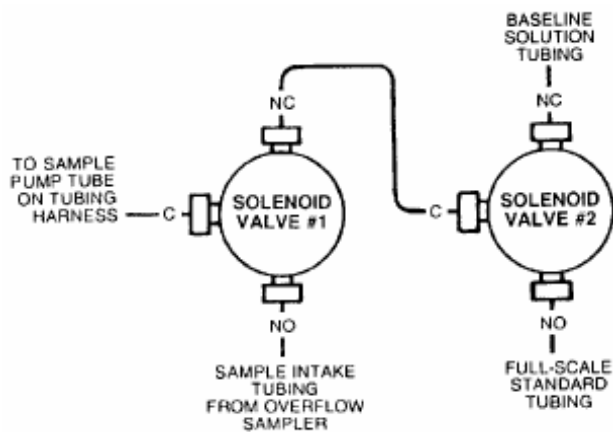

图 4-7 1#、2#电磁法
4. 将进样泵软管（泵体管线标有“SAMPLE”的软管）按压倒左侧出口、公共接口和1#电磁阀的接嘴上（见图4-7）。